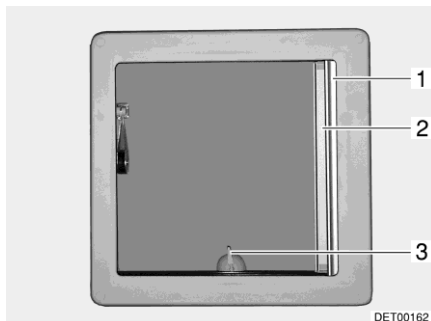
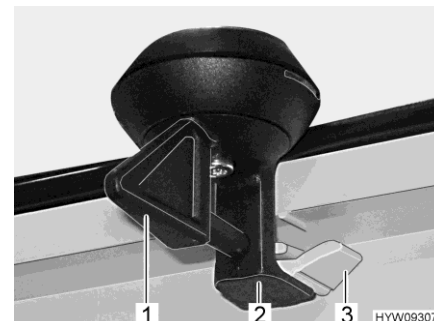

Bild 44 Uppfällbar taklucka
Bild 45 Lås (uppfällbar taklucka)
- Vrid spaken (Bild 44,3 resp. Bild 45,1) ett kvarts varv.
- Vrid spaken ett kvarts varv. Låset (Bild 45,2) måste glida in i den nedre spärren (Bild 45,3).
- Drag ut plisségardinen (Bild 44,1) och släpp den i önskad position. Plisségardinen stannar i denna position.
- Drag ut insektsnätet (Bild 44,2) tills det hakar in i låset på motsatta sidan.